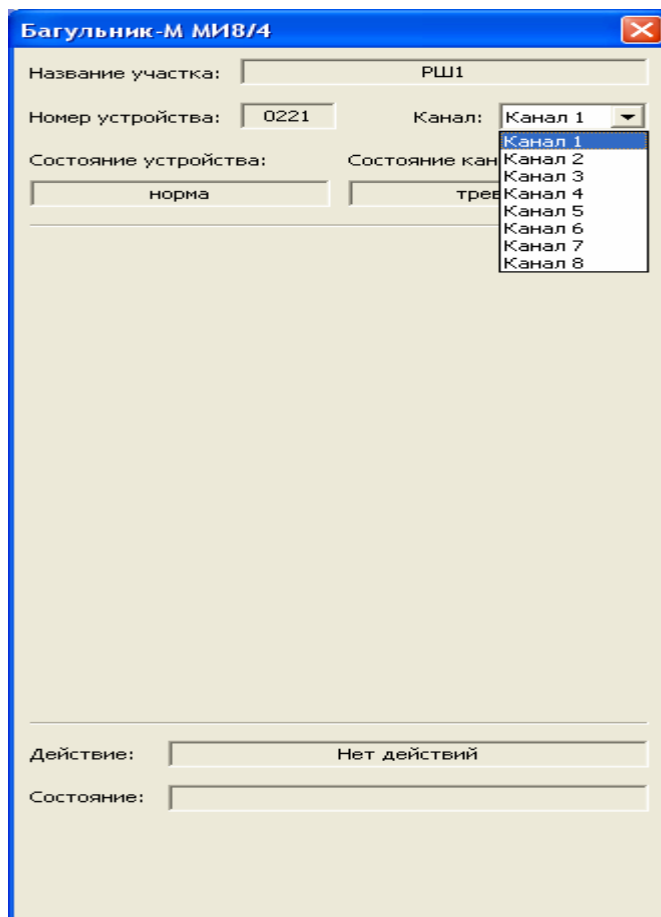

Рис.2.16.
2.7.4. Окно информации для «Багульника-М», индекс МИ8х4 (модуля интерфейсного периметрового) показано на рис. 2.16. Поля «Название участка», «Номер устройства», «Канал», «Состояние устройства» «Состояние канала», определяют состояние МИ8х4. Поля «Действие» и «Состояние» информируют о типе команды управления, переданной МИ8х4, и состоянии процесса выполнения команды.